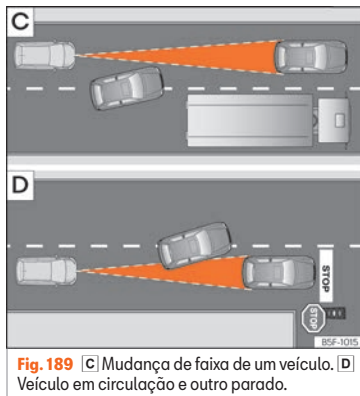

Fig. 189 [C] Mudança de faixa de um veículo. [D] Veículo em circulação e outro parado.
- Veículos que mudem para a faixa na qual circula a pouca distância do veículo » **Fig. 189 [C].**
O ACC não reage perante veículos detetados. Se, por exemplo, um veículo detetado pelo ACC roda ou se afasta e em frente do mesmo se encontra um veículo parado, o ACC não reagirá face a este último »» Fig. 189 [D].